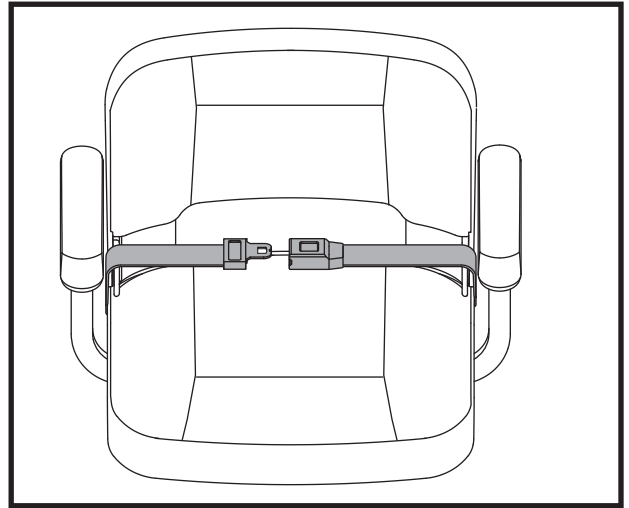

Figure 26. Ceinture de positionnement—De type attache in métal
1. Insérez l'onglet de la ceinture côté droit dans la boucle de ceinture côté gauche jusqu'à ce que vous entendiez le "clic". **Voir la figure 26.**